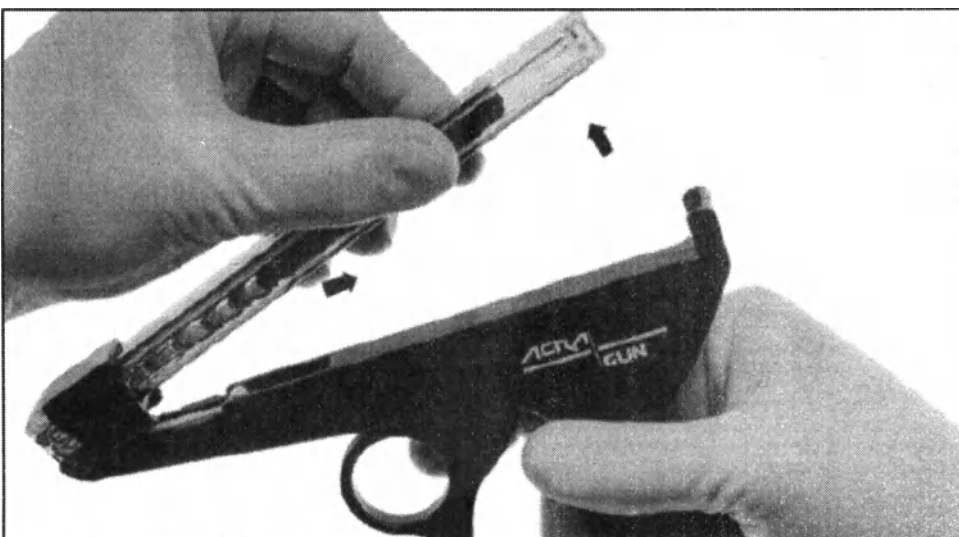

Рисунок 9
4.3 Зажмите задние выступы и поднимите заднюю часть картриджа приблизительно на 30°. Вытяните картридж скользящим движением, освобождая пазы картриджа из передних ударников ситсеми. (Рисунок 9)